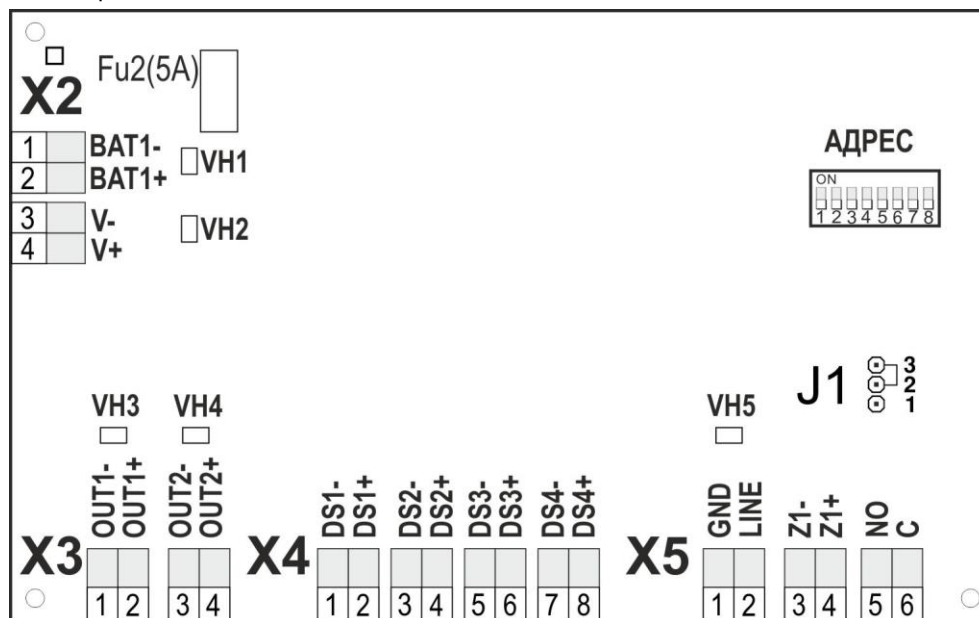

Рисунок 1
4.2. Основным элементом шкафа является плата адресного модуля контроля источников питания «СФ-АКИП» (рис. 1). Плата «СФ-АКИП» обеспечивает контроль и управление основным и резервным вводами электропитания, управляет индикаторами состояния, осуществляет передачу сообщений на центральную станцию «СФ-4500» по интерфейсу «S2».